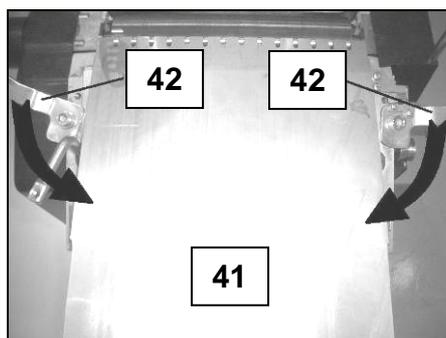

Fig 34
- Positionnez la table de sortie (41) et bloquez-la en ramenant les 2 manettes de serrage (42) vers la table (Fig 34 & 35).